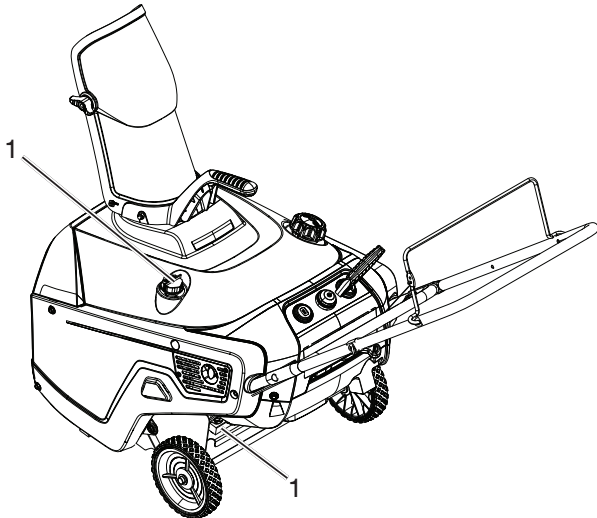

Figure 24
7. Nettoyer la zone autour du bouchon de remplissage d'huile/ de la jauge (Figure 24).